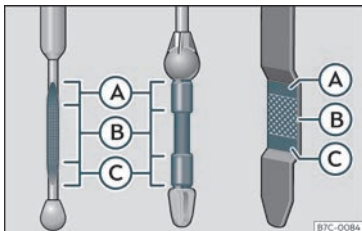

Fig. 186 Barra de medición do nivel de aceite.
- A continuación, volva extraela e comprobe o nivel de aceite»» fig. 186. Se for necesario, recargue aceite do motor.
• Cando o nivel de aceite alcance como mínimo a zona»» **fig. 186 B**, enrosque o tapón da boca de recarga con coidado »» **!**.
Se o nivel de aceite está por encima da zona»» **fig. 186 A**, non arranque o motor. Pode causar danos no motor e no catalizador. Informe a un taller especializado.
O nivel de aceite non deberá estar en ningún caso por encima da zona»» **fig. 186 A**. De non ser así, podería aspirarse aceite polo respiradoiro do cárter do cegoñal e chegar a atmosfera a través do sistema de escape.